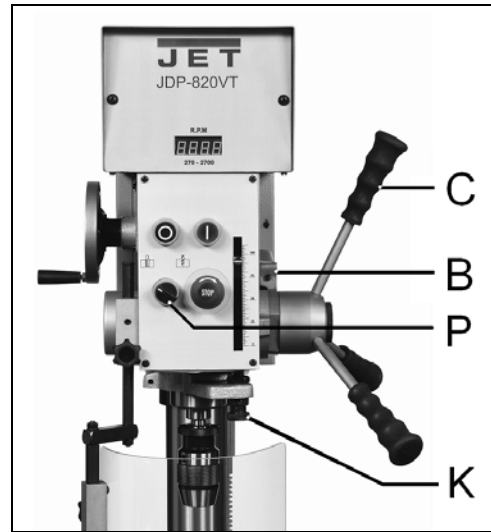

Fig 5
Zum Bohren mehrerer Löcher in gleicher Bohrtiefe verwenden Sie den Bohrtiefenanschlag (K, Fig 5).
1) Den Wahlschalter (P, Fig 5) auf die Position " Gewinde" stellen.
2) Den Tiefenanschlag (K) auf die gewünschte Gewindetiefe einstellen.